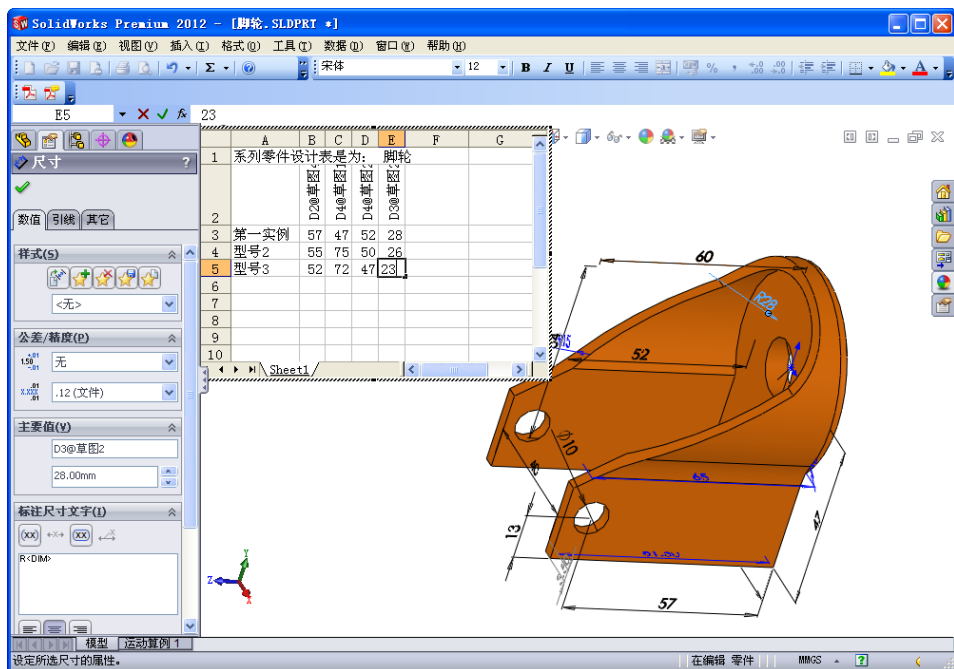

图 8-7 输入控制尺寸的尺寸值
- (4) 重复步骤 (3)，直到定义完模型中所有要控制的尺寸。
- (5) 如果要建立多种型号，则在列 A (单元格 A4、A5...) 中输入想生成的型号名称。
- (6) 在对应的单元格中输入该型号对应控制尺寸的尺寸值，如图 8-7 所示。